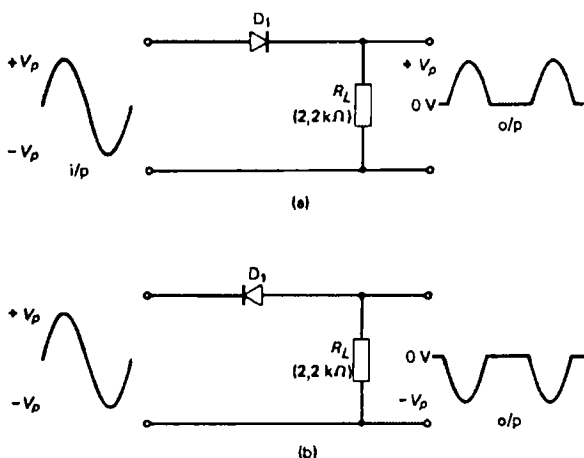
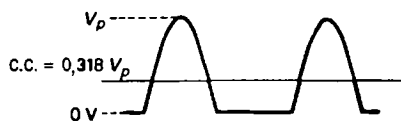

Figura 29.1 Redresare monoalternanță (a) pozitivă; (b) negativă
Figura 29.2
1. Redresorul simplă alternanță (monoalternanță), prezentat în figura 29.1. Dioda D_1 din figura 29.1(a) permite trecerea numai a semialternanțelor pozitive, producând un semnal de ieșire pozitiv. Când dioda este inversată, ca în figura 29.1(b), rezultă un semnal de ieșire compus din semialternanțe negative. Forma de undă de la ieșire conține un nivel de c.c. care este 0,318 (aproximativ o treime) din vârful semnalului (figura 29.2).